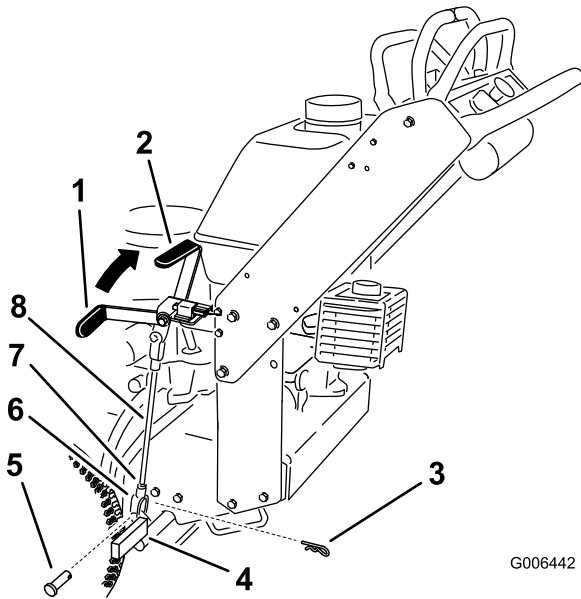

Figura 36
Nota: Quando il freno è innestato, la maniglia del freno dovrebbe essere in posizione ore 1 (Figura 36).
5. Allentate i dadi ad alette superiore ed inferiore (Figura 36).
6. Per regolare il freno, toglie la coppiglia e il perno con testa dalla leva del freno inferiore (Figura 36).
- Per allentare i freni, accorciate l'asta tra le forcelle (Figura 36).
8. Fissate la forcella alla leva del freno inferiore con una coppiglia a forcina e un perno con testa (Figura 36).
9. Serrate i dadi ad alette superiore ed inferiore (Figura 36).